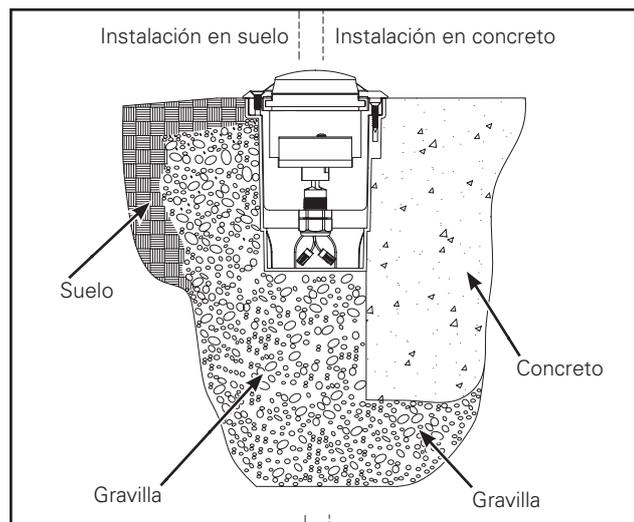

Figura 4.
1. Cave el suelo para colocar la luminaria y el conducto (de ser necesario). Contornee la forma del orificio para el alojamiento, dejando 8" extras como mínimo por debajo y 3" alrededor de él para colocar gravilla. Cubra la base del orificio con gravilla para facilitar el drenaje. (Figura 4.)
4. Rodee el alojamiento exterior de plástico con gravilla luego de la instalación. Existe un sistema alternativo a la gravilla que brinda un adecuado drenaje para que no se acumule agua alrededor o encima de la luminaria. (Figura 4.)
8. Inserte la lámpara en el portalámpara. (Figura 4.)
1. La luminaria debe colocarse sobre 8 pies de gravilla como mínimo, con el suelo por debajo para favorecer el drenaje. Alternativamente, se puede proporcionar un sistema que permita que el agua drene alejándose de la luminaria, por debajo de ella. (Figura 4.)